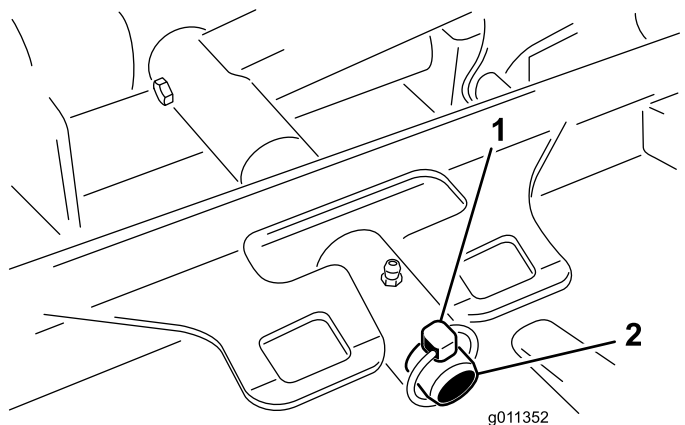

Figure 120
3. Retirez la goupille à anneau (Groundsmaster 4500) ou l'écrou de retenue (Groundsmaster 4700) qui fixe le bâti porteur de l'unité de coupe à l'axe de pivot du bras de levage (Figure 120).
2. Faites glisser le bâti porteur de l'unité de coupe sur l'axe de pivot du bras de levage (Figure 120). Fixez l'unité sur l'axe à l'aide de la goupille à anneau (Groundsmaster 4500) ou de l'écrou de retenue (Groundsmaster 4700).